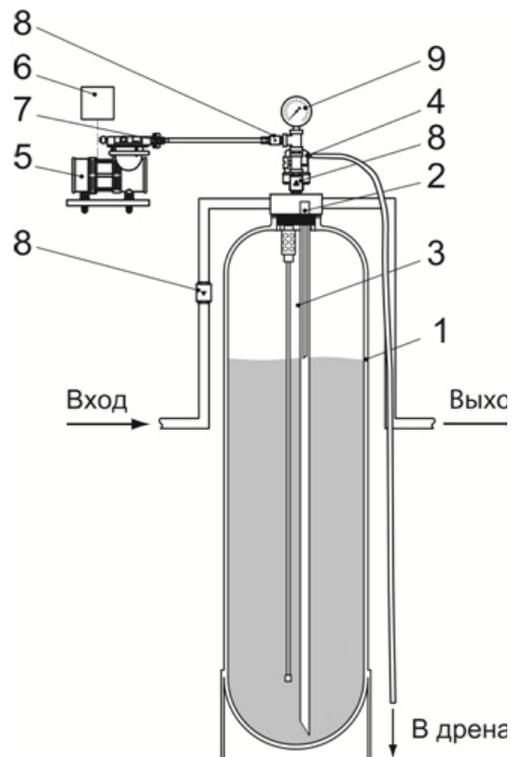

Рис. 3
5.3 В состав аэрационной колонны входят (см. Рисунок 3):